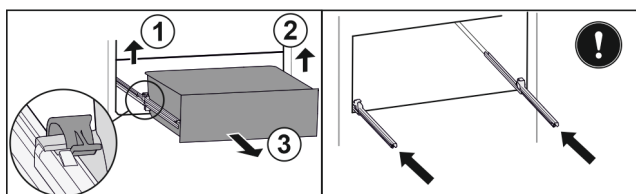

Fig. 116
- ▶ Nadvihnite ľavú svorku a súčasne ťahajte zásuvku vľavo dopredu. Fig. 116 (1)
- ▶ Nadvihnite pravú svorku a súčasne ťahajte zásuvku vpravo dopredu. Fig. 116 (2)
- ▶ Odoberte zásuvku dopredu. Fig. 116 (3)